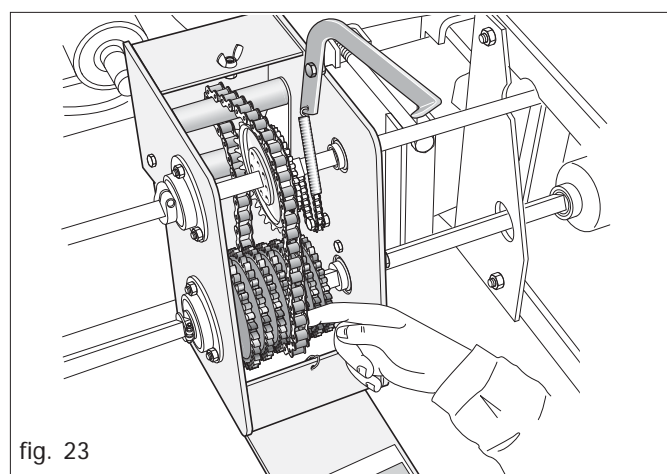

fig. 23
- Placer la chaîne sur les engrenages repérés et les aligner (Fig. 23).